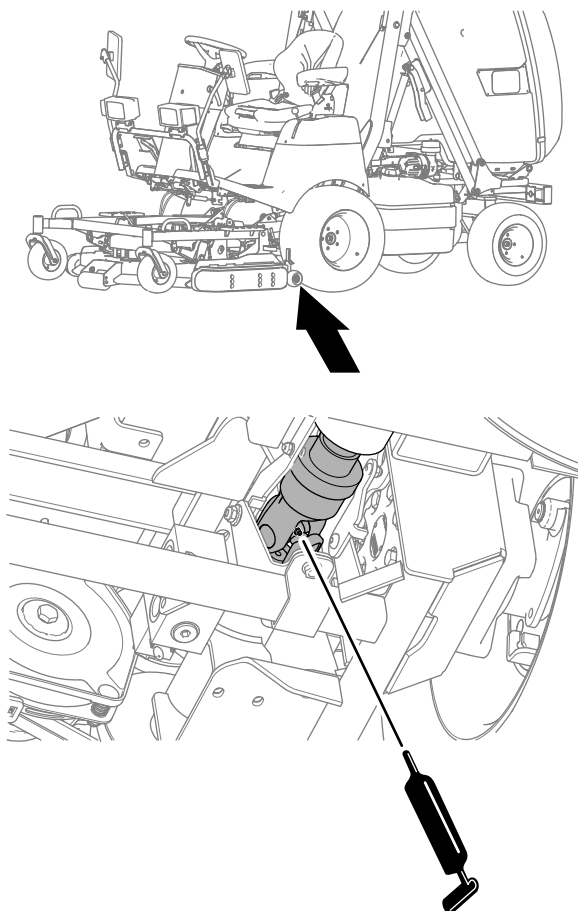

Figura 53
- Giunto cardanico posteriore dell'albero di trasmissione nella PDF (Figura 53).